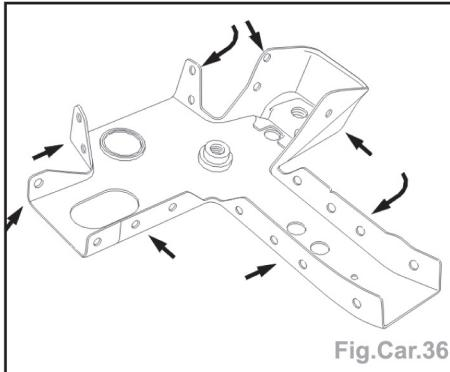

Fig. Car.36
- Repérer les points de soudure fléchés (Fig.Car.36).